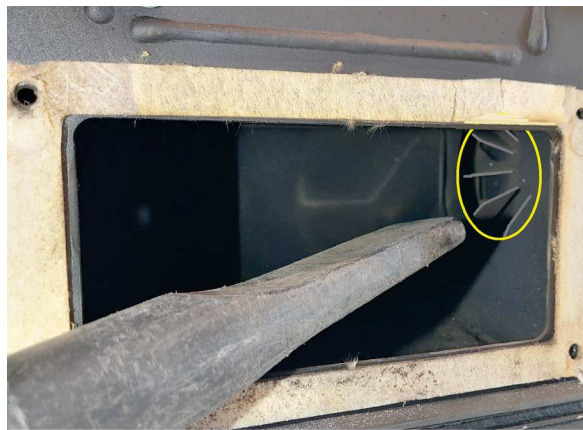

Fig. 85 - Aspirer les cendres
- Aspirer les pales de l'aspirateur des fumées (cf. **Fig. 85**).